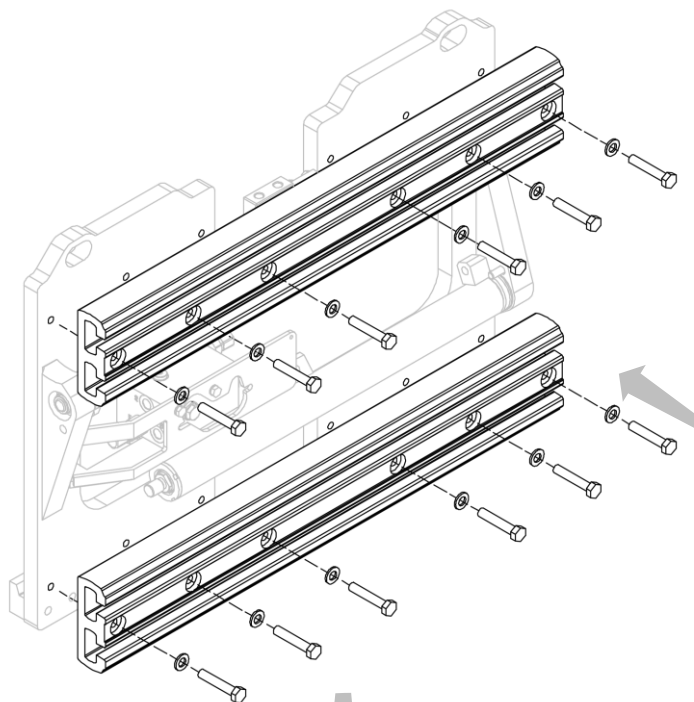
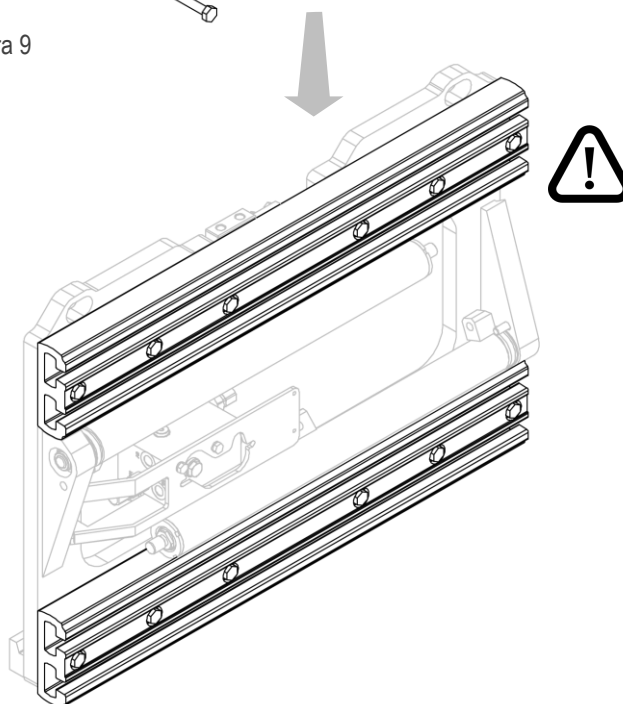

Figura 9
Figura 10
2. Instale uno a la vez los perfiles de aluminio con los tornillos adecuados (mira *Figura 9* y *Figura 10*).